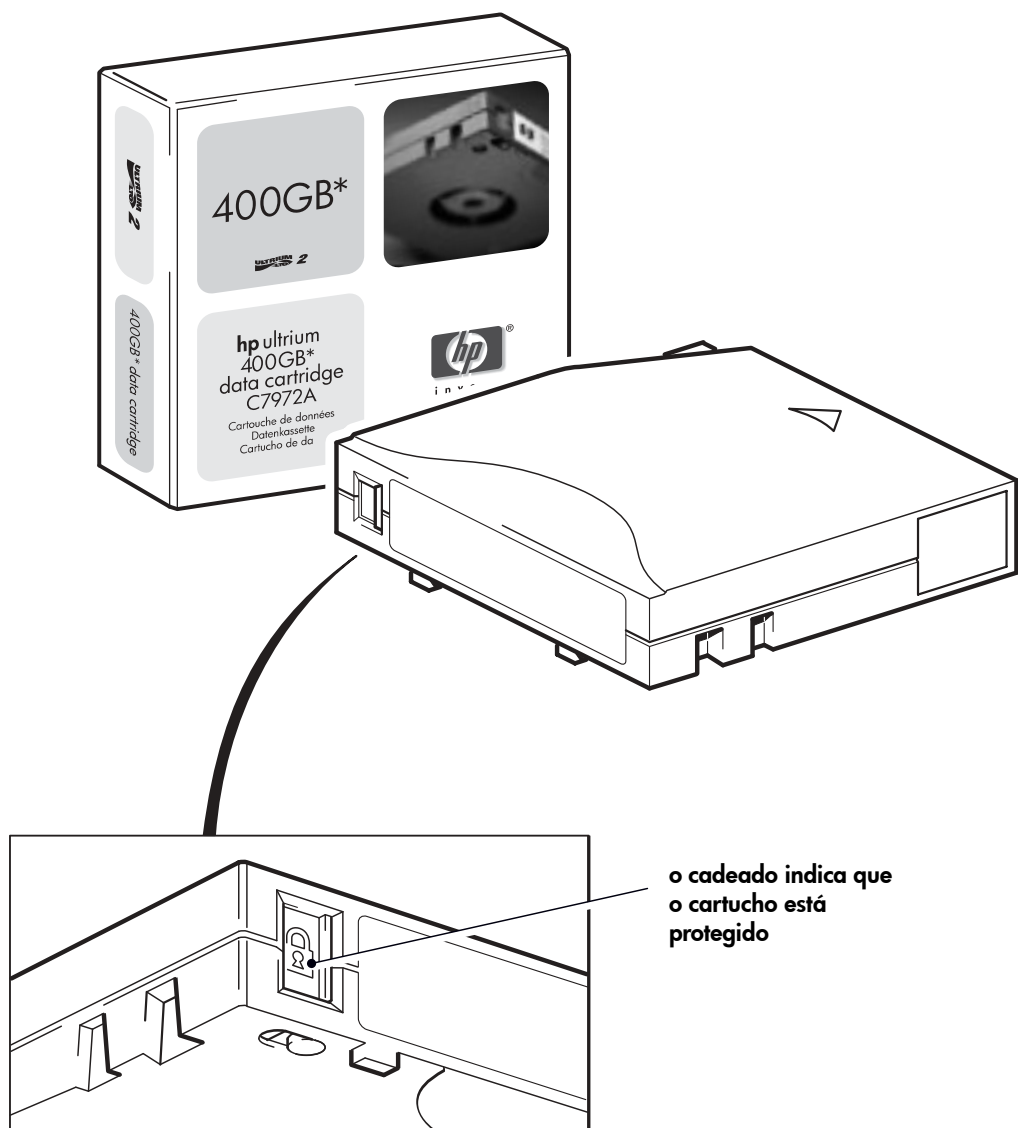

Figura 8: proteger cartuchos contra gravação
- Para permitir a gravação em um cartucho, deslize a guia vermelha de volta e libere a abertura antes de carregá-lo na unidade. A Figura 8 mostra o local da lingüeta de proteção contra gravação.